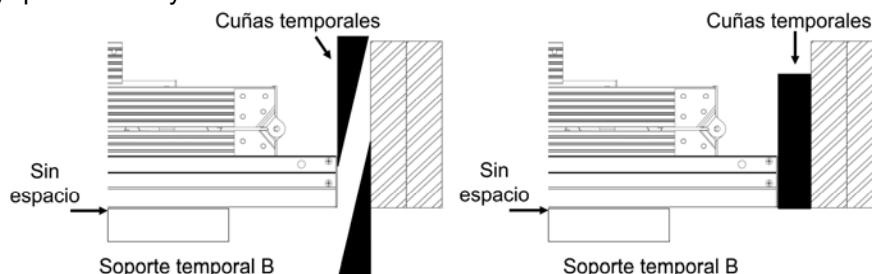
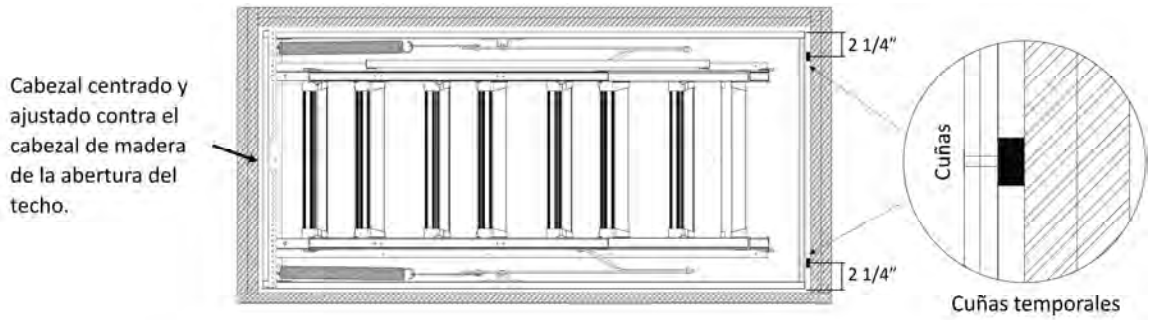

FIGURA 11 : COLOCACIÓN DE CUÑAS EN LA PIECERA
FIGURA 12 : POSICIÓN DE CUÑAS EN LA PIECERA
J. Instalador #1 y #2: Coloque cuñas temporales desde abajo y desde arriba entre el marco de aluminio y la abertura de techo en el extremo de la piecera para mantener el extremo opuesto (cabezal/bisagra) CENTRADO y AJUSTADO CONTRA EL CABEZAL DE MADERA DE LA ABERTURA DEL TECHO. Ver **Figura 11**. Las cuñas temporales deben brindar un soporte uniforme para que el marco de aluminio no se tuerza ni se doble. Ver **Figura 12** para conocer la ubicación temporal de las cuñas en la piecera. Asegúrese de que la escalera del ático esté firmemente apoyada en los soportes temporales y que no se haya levantado.
M. Instaladores #1 y #2: Con el cabezal de la escalera del ático sostenido por las correas metálicas, ahora se puede asegurar el marco lateral del lado de la piecera. Vuelva a verificar que el cabezal esté apretado contra la tabla de la cabecera del ático y que las calzas temporales estén colocadas en la piecera de acuerdo con la **Figura 12** y que la escalera de ático no se haya levantado de los soportes temporales.